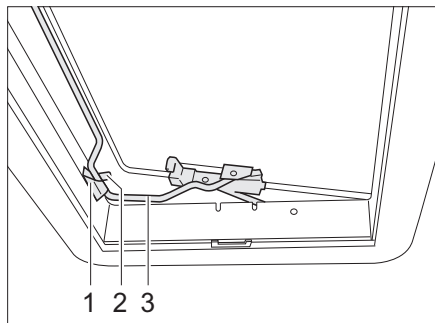

Fig. 47 Claraboya Heki en posición de ventilación 2
- Situar la horquilla (Fig. 47,3) en la sujeción (Fig. 47,1).
- Colocar la palanca (Fig. 47,2) sobre la horquilla.